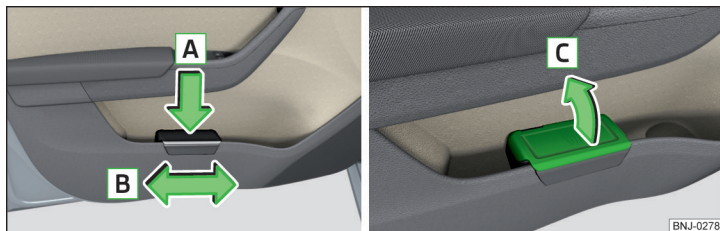

Fig. 69 Recipientul pentru reziduuri: introducerea sau deplasarea/deschiderea
- Apăsăți recipientul pentru reziduuri în partea din spate în sensul săgeții  » fig. 69.
- Scoateți recipientul pentru reziduuri în sens contrar săgeții  » fig. 69.
- Ridicați capacul în sensul săgeții  » fig. 69.